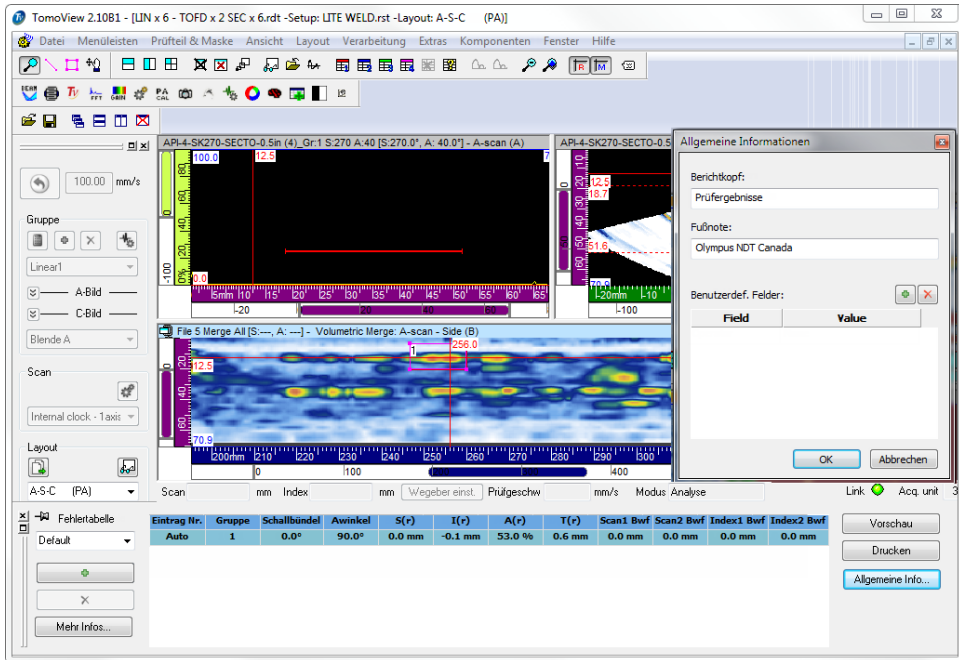

Abbildung 6-7 Fehlertabelle mit Kursors und dem Bewertungsfeld zur Aufzeichnung der Indikation (Beispiel)
1. Wählen Sie ein Layout mit Ansichten aus, die die Indikationen im Prüfteil am besten darstellen (siehe Beispiel in Abbildung 6-7 auf Seite 344).